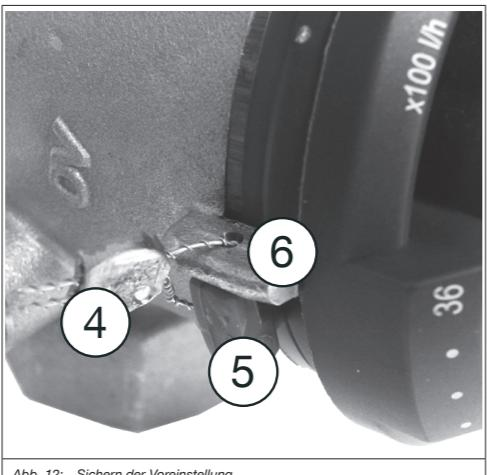

Abb. 12: Sichern der Voreinstellung
1. Blockierring (3) entfernen.
2. Handrad (2) drücken und drehen, bis die Sollwert-Markierung (1) auf den gewünschten Durchflusswert zeigt (Handrad schnappt danach in Verzahnung zurück).
3. Blockierring (3) wieder einsetzen.
Optional kann der Blockierring (5) mit dem Plombiersatz (4) (Zubehör, Art.-Nr. 1089091) an der Sollwert-Markierung (6) plombiert werden (siehe Abb. 12)